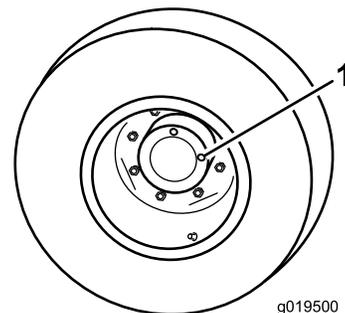

Figura 68
1. Con la máquina en una superficie nivelada, coloque la rueda con un tapón de verificación (Figura 68) en la posición de las 12 y el otro en la posición de las 3.
2. Retire el tapón de la posición de las 3 (Figura 68). El aceite debe llegar a la parte inferior del orificio del tapón de verificación.